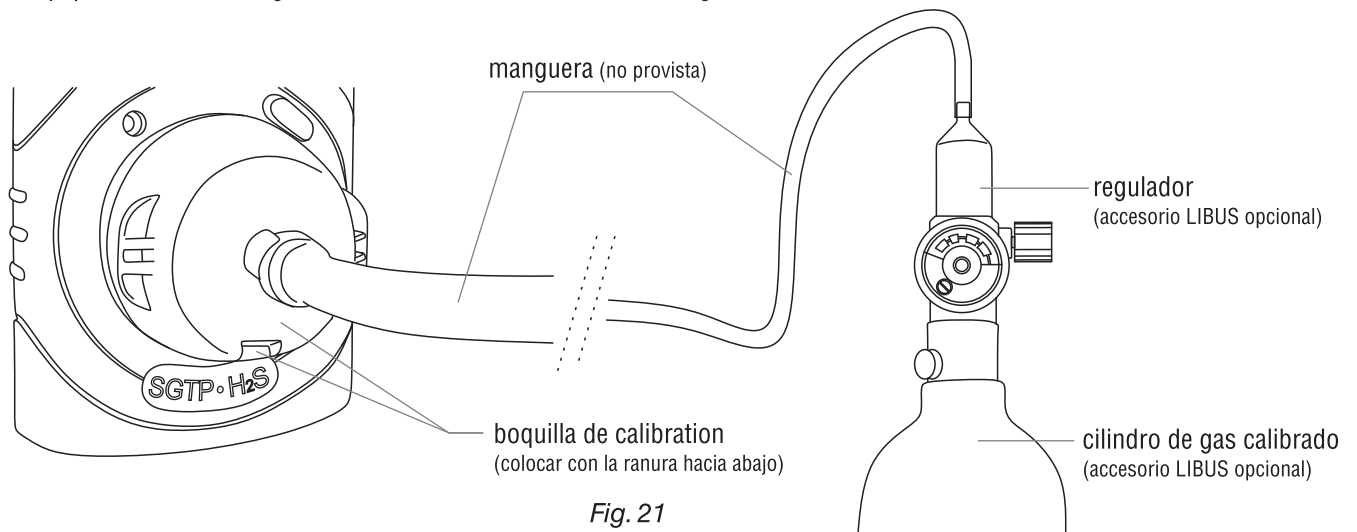

Fig. 21
Conectar el equipo al suministro de gas de referencia como se muestra en la Fig. 21.
**ADVERTENCIA – La ejecución de esta función debe realizarse con la concentración de gas de referencia provista por un cilindro certificado para tal fin y el circuito adecuado para su conexión al detector (Fig. 21). El BUMP TEST no es una calibración ni la reemplaza.**